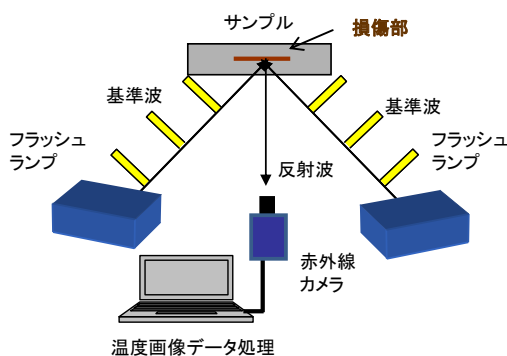

図1 測定ブロック図
- 図1に示すように、サンプルにフラッシュランプを周期的に照射して、温度の時間変化を赤外線カメラで測定します。